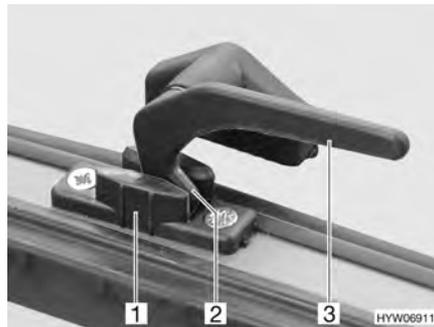

Fig. 71 Leva di serraggio in posizione "Aerazione continua"
- In posizione di "Aerazione continua" (Fig. 71)
- Ruotare tutte le leve di serraggio (Fig. 71,3) di un quarto di giro verso il centro dell'oblò.
- Girare nuovamente all'indietro tutte le leve di serraggio. Contemporaneamente riportare il nasello di chiusura (Fig. 71,2) nella rientranza del bloccaggio dell'oblò (Fig. 71,1).